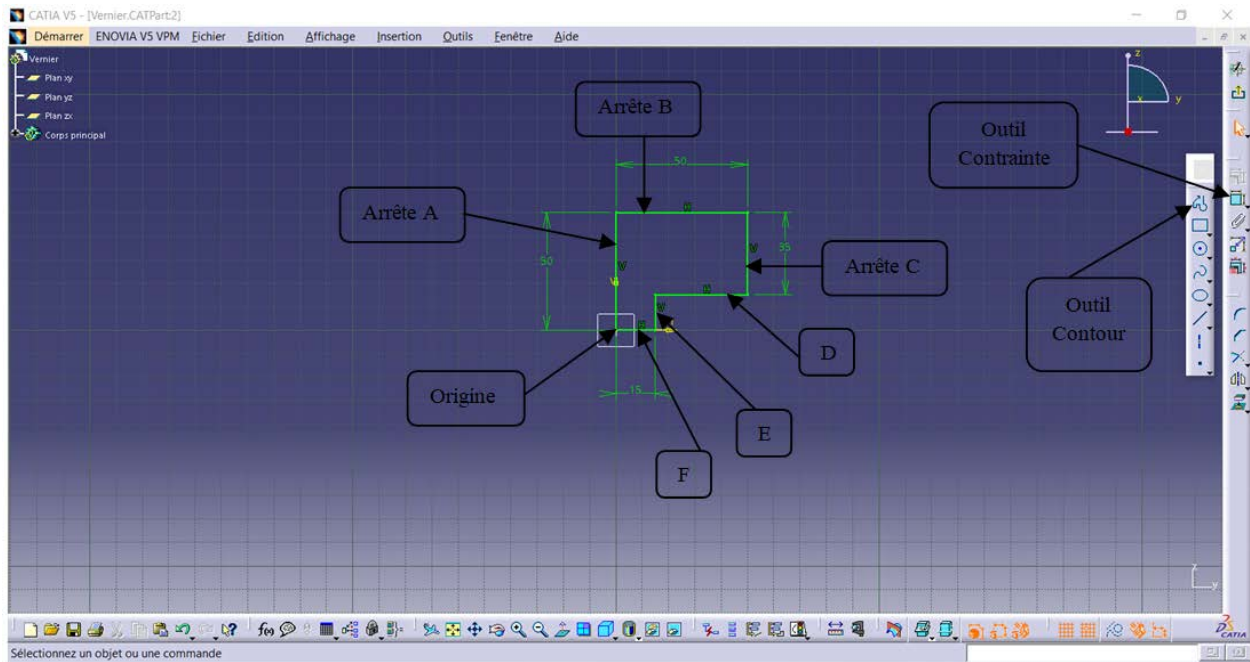

Figure 2.7 Esquisse du Vernier de l'ensemble Pied à coulisse (chapitre 5) [1], [2]
La figure 2.7 représente un exemple d'esquisse, le Vernier 2 de l'ensemble Pied à coulisse (Chapitre 5). On voit bien qu'elle est correctement contrainte (le contour est affiché en couleur verte).
- Enfin, dimensionnez toutes les arêtes, en cliquant sur chacune d'elles et en insérant la dimension requise (figure 2.7).